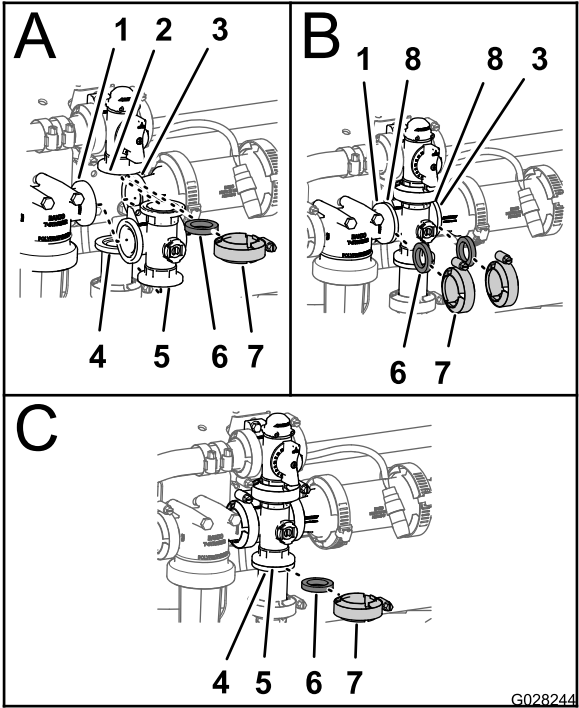

图143
- 1. 将搅拌旁通阀凸缘、1 个垫片与搅拌阀歧管的端盖接头凸缘对齐 图143。
- 2. 用夹具组装搅拌旁通阀、垫片和搅拌阀歧管并用手紧固 图143。
- 3. 在压力式滤清器头的凸缘与搅拌阀歧管之间放 1 个垫片 图143。
- 4. 用夹具组装压力式滤清器头、垫片和搅拌阀歧管并用手紧固 图143。
- 5. 在搅拌阀歧管凸缘与异径管连接头之间放 1 个垫片 图143。
- 6. 用夹具组装搅拌阀歧管、垫片和异径管连接头并用手紧固 图143。
- 7. 在搅拌阀歧管凸缘与搅拌节流阀安装座接头之间放 1 个垫片 图143。
- 8. 用夹具组装搅拌阀歧管、垫片和适配器接头并用手紧固 图143。